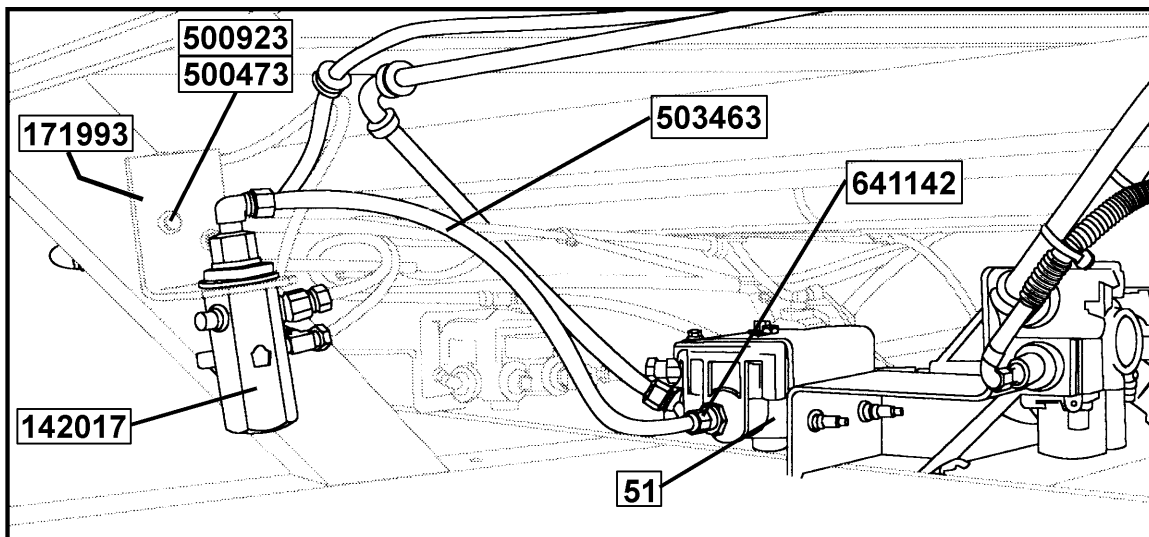

FIGURE 5 : LOCALISATION DE LA SOUPEPE D'INVERSION DE LA LOGIQUE
Remarque : Utiliser les figures 5, 6, 7 et les schémas pneumatiques D-140198 p.2, D-140199 p.2 et D-140253 pour faciliter la localisation et l'installation des divers appareils.
2. Enlever le bouchon et visser un raccord droit (Prévost #641142) sur la soupape #51, installer un tube de plastique 3/8 po. vert (Prévost #503463) entre la soupape d'inversion et la soupape #51 (voir fig. 5).